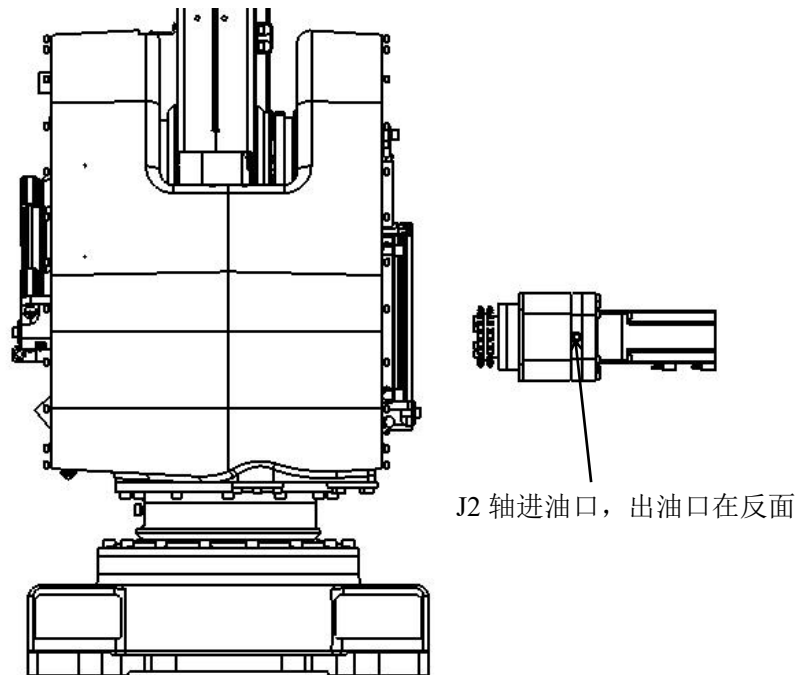

图 4-4 更换润滑油，J2 轴减速机
- 4) 将 J2 轴部分从转座内拆下，拆去安装板和内六角螺塞，见图 4-4。